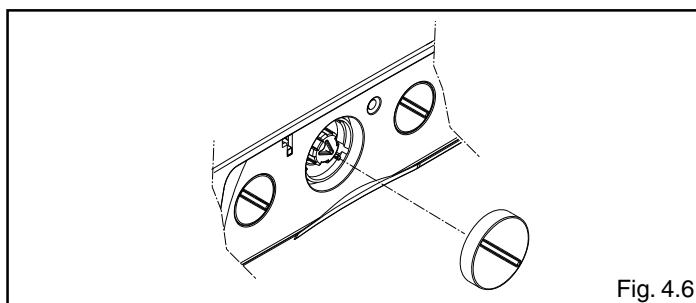
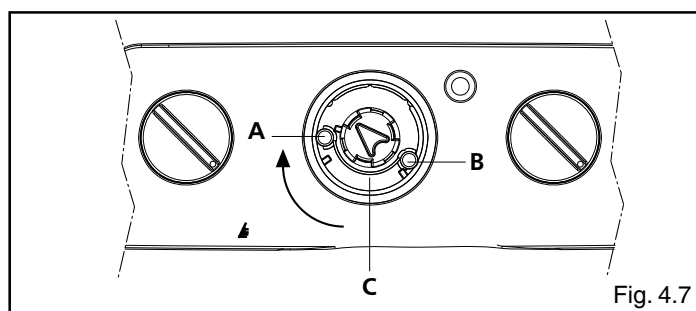

Fig. 4.6
Fig. 4.7
- togliere il selettore di funzione (fig. 4.6) tirandolo verso di sé. Assicurarsi che il potenziometro P5 sia regolato al massimo, questo può essere verificato agendo con un piccolo cacciavite a taglio ruotandolo in senso antiorario attraverso il foro (B) (fig. 4.7)
- portare la manopola (C) in posizione "spazzacamino": questa posizione si ottiene ruotando in senso orario la manopola fino a giungere a fine corsa (fig. 4.7)